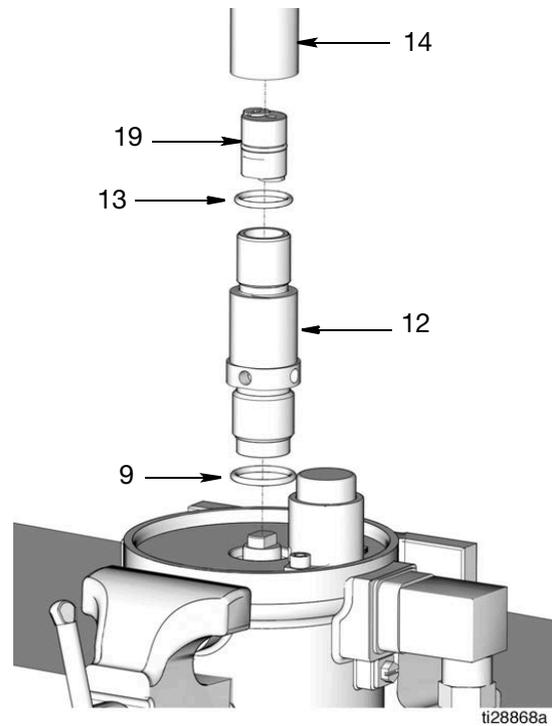

FIG. 18
14. Quite la junta tórica (13) del tubo de salida (14). Quite la junta tórica (9) del cilindro de la bomba (12). Deseche las juntas tóricas según la normativa para una eliminación adecuada (FIG. 18).